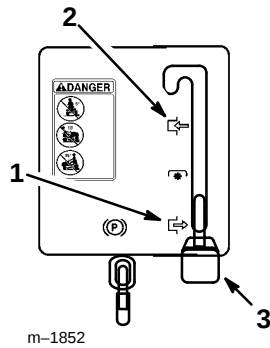

Abbildung 8
4. Den Mähwerkbetätigungshebel auf "DISENGAGED" (ausgekuppelt) stellen (Abb. 8).